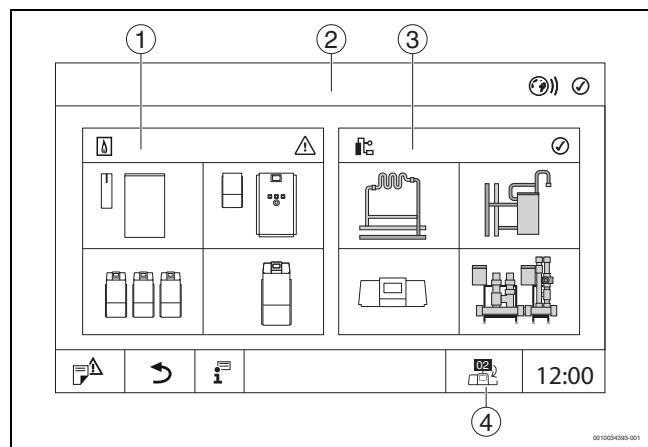

Рис. 4 Обзор системы (пример)
- ▶ Коснитесь **Выработка тепловой энергии** (→ рис. 4, [1]).
- ▶ Коснитесь **установка** (→ рис. 4, [3]).
- ▶ Коснитесь символа сетевого соединения (→ рис. 4, [4]).